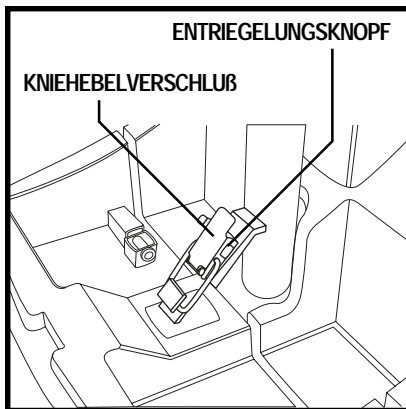

Abb. 18. Kniehebelverschluss (Zu)
1. Entriegelungsknopf drücken und gleichzeitig den Kniehebelverschluss ziehen. Siehe Abb. 18 und 18A
5. Kniehebelverschluß sichern. Siehe Abb. 18.